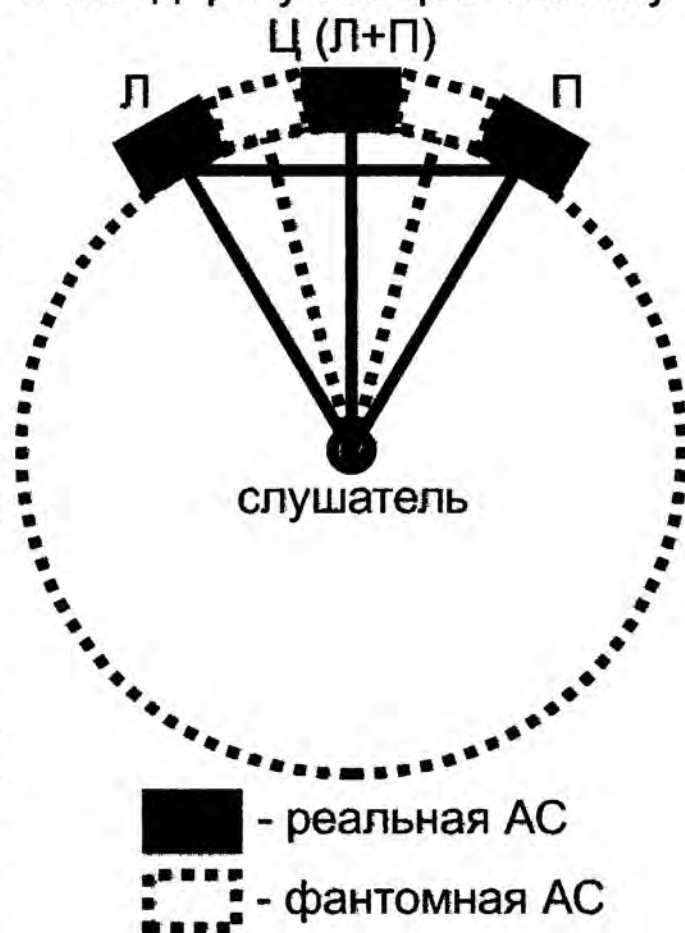

Рис. 9
Итак, первым простым решением, получившим распространение в основном в автомобилях и иногда в профессиональном озвучивании, стала банальная добавка к обычной стереофонической АС центрального канала, в который подана сумма левого и правого каналов воспроизведения. Это позволило сделать более стабильным центральный образ КИЗ, так как слух получил возможность зацепиться за реальное прямое звучание физического источника. Структурная схема расположения элементов стандартной стереофонической системы при введении в неё простого центрального громкоговорителя (для суммы сигналов) показана на рис. 9.
3. Стандартная стереоАС с добавлением простого центрального канала (см. рис. 9).